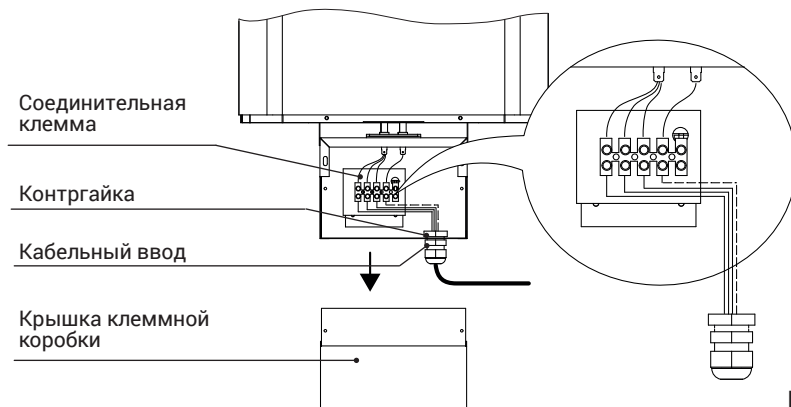

Рис. 5
- Электроподключение согласно рис. 5 и примеру подключения.